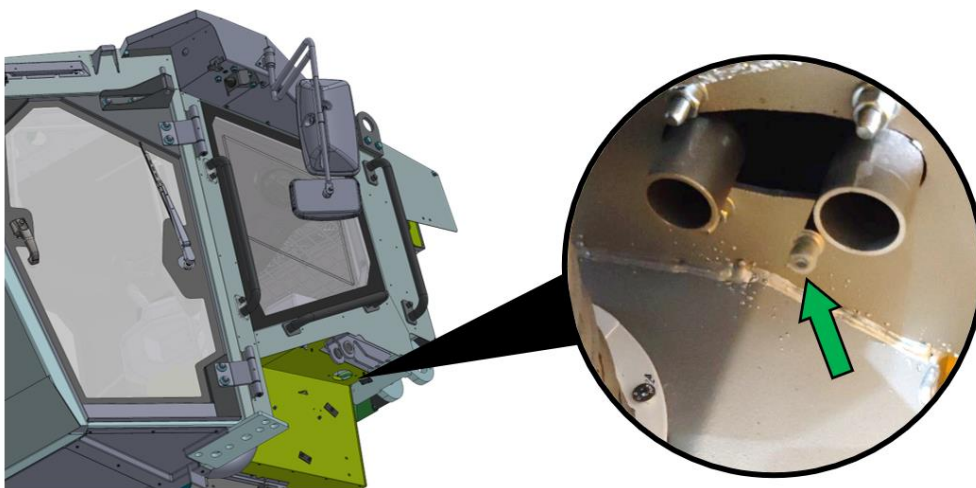

Рисунок 5.24. Точка подключения трубопровода воздушного отопителя кабины
- ▶ Снять хомут и отсоединить трубопровод топливоподдачи воздушного отопителя кабины. Место подключения трубопровода показано стрелкой, см. рис. 5.24.